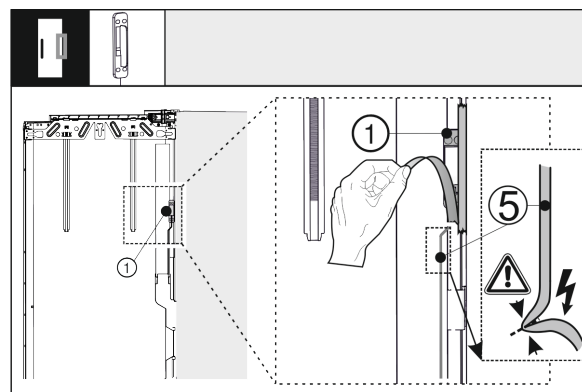

Fig. 40
- ▶ Czujnik pukania Fig. 40 (1) zwolnić z drzwi zewnętrznych. Nie uszkodzić kabla przyłączeniowego Fig. 40 (5).